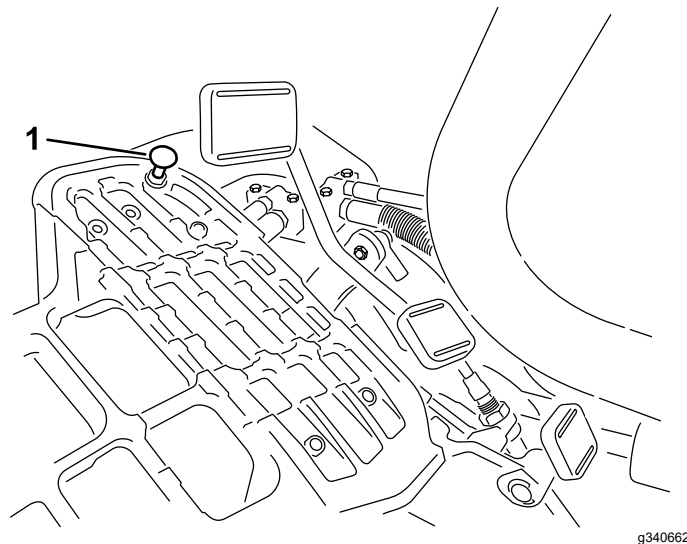

Figura 44
di TRASFERIMENTO e premete il pedale di trazione. Se il pedale tocca il fermo (Figura 44) prima che avvertiate la tensione sul cavo, effettuate la seguente procedura di regolazione:
1. Spostate la leva di comando delle funzioni in posizione di TRASFERIMENTO e allentate il dado di bloccaggio che fissa il fermo del pedale alla piastra di appoggio (Figura 44).